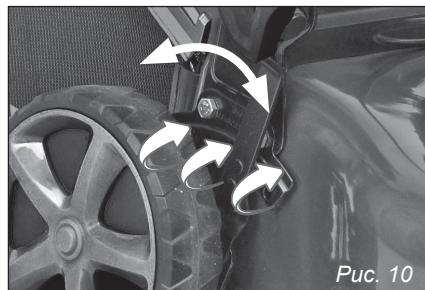

Рис. 10
Переместите рычаг на необходимое значение и зафиксируйте в пазу (рис. 10).
5. Толкайте газонокосилку перед собой, производя управление, задавая необходимую вам траекторию движения смешая рукоятку влево или право. Не прилагайте больших усилий передвигая газонокосилку, если движение затруднено проверьте правильность регулировки высоты среза (см. п. 9, рис. 10).